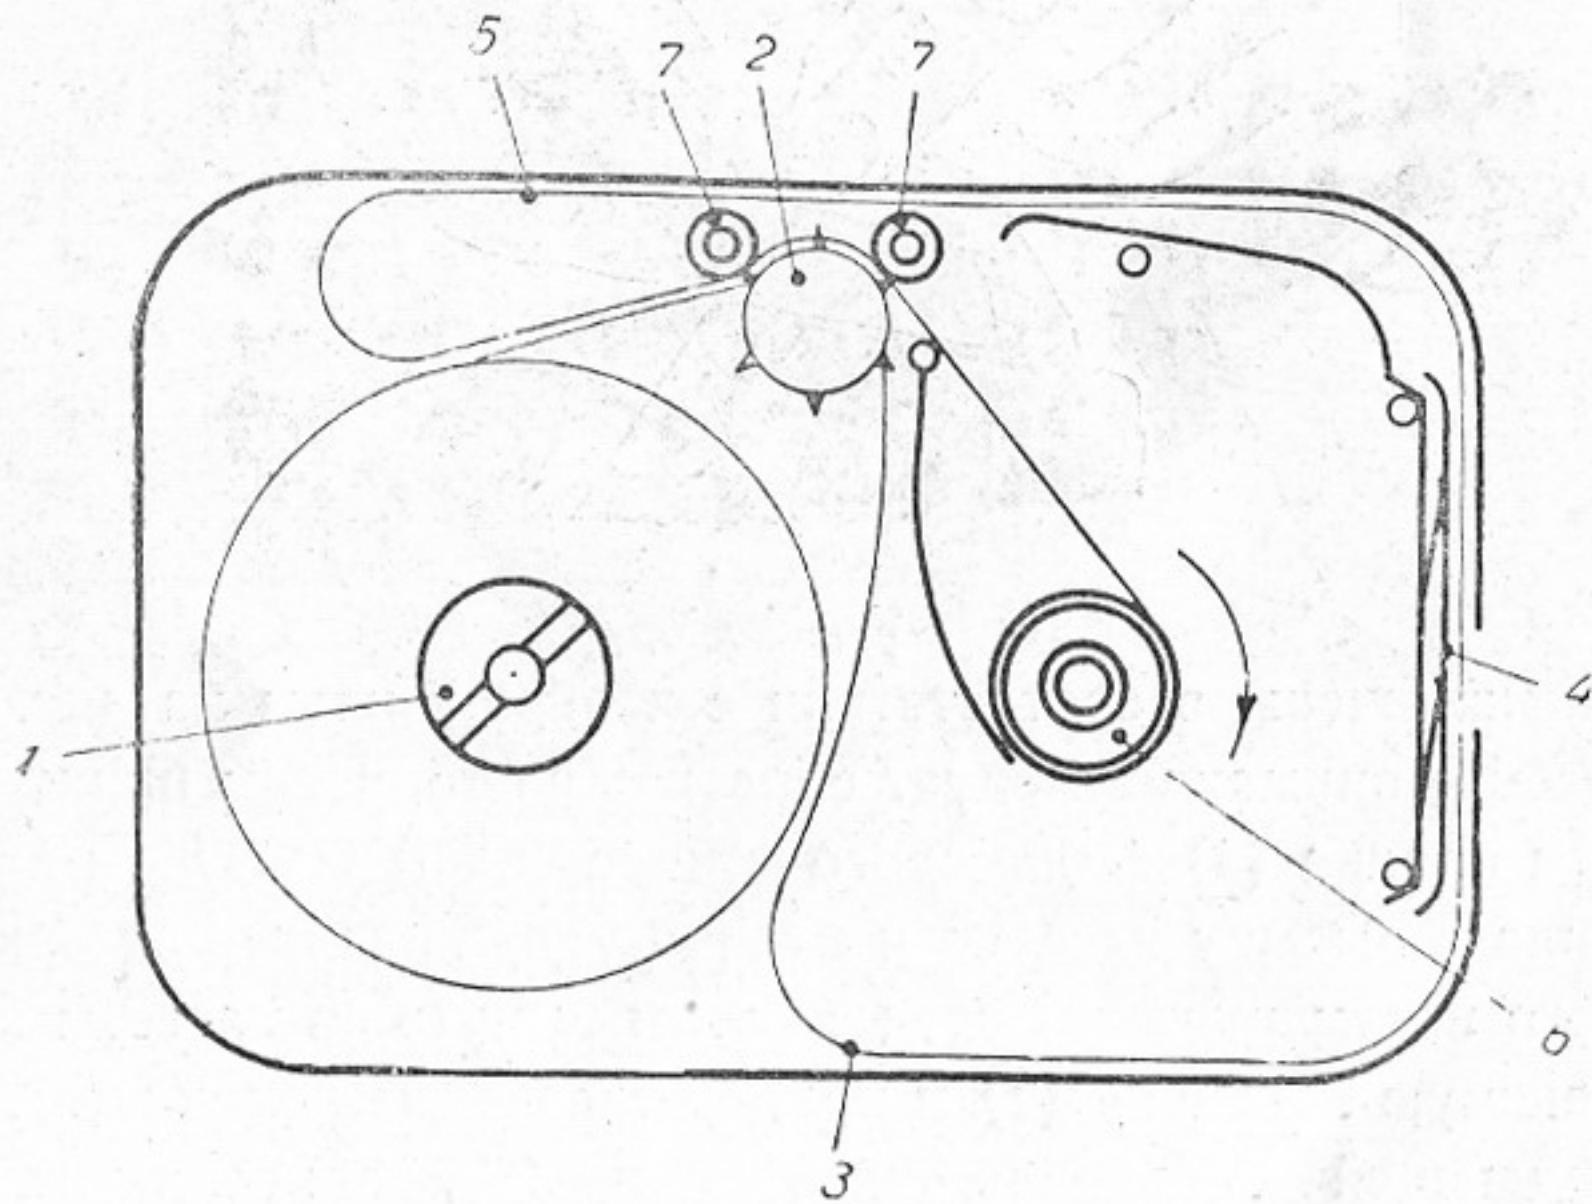

Рис. 3.
На рис. 3 представлена схема хода кинопленки в кассете. Неэкспонированная кинопленка перематывается
расположены в соответствии с изображением на рис. 3. Особое внимание следует обратить на то, чтобы прижимная планка (4) филькового канала своим выступом входила в выемку кассеты и прочно удерживалась от бокового перемещения. Вслед за этим вынуть из кассеты подающую бобышку (1) и придерживающие ролики (7). С подающей бобышки снять пружину, закрепляющую пленку.
Намотанный рулончик одевают на ось, подводят пленку под зубчатый барабан, так чтобы зубцы барабана вошли в перфорацию пленки, и затем вставляют пленку между пластинками филькового канала, образовав петлю (3), как показано на рис. 3.
Прощупыванием проверить: соответствие петель (рис. 3), наличие натяга пленки приемной и подающей бобышек, обращена ли пленка в фильковом канале эмульсионной стороной к кадровому окну и находятся ли на месте флагок и прижимная планка филькового канала.